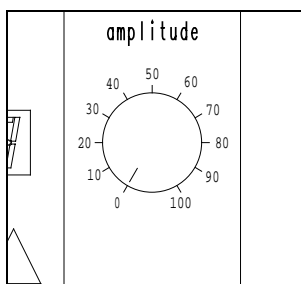

Fig.14
- Mettre le potentiomètre du DR 100 en position "0". **Fig.14**
- Démarrer le PK 1000 et régler le potentiomètre "amplitude" à la vitesse de distribution souhaitée (en dépendance de la matière divisée). **Fig.14**